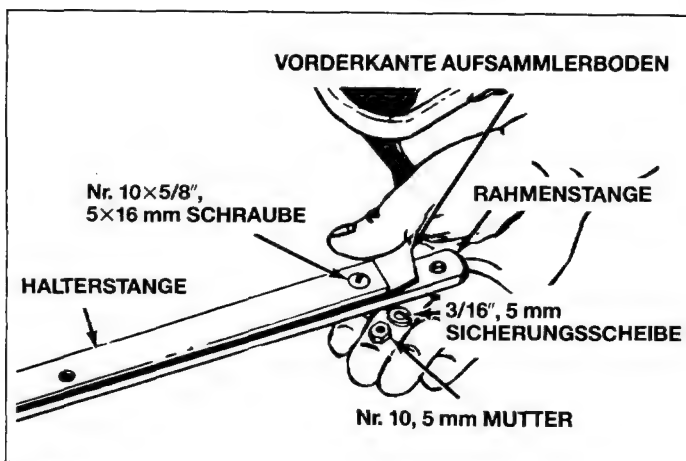

Bild 18
8. Den Rahmen (unterer Teil) und den Halter (oberer Teil) an dem vorderen Teil des Behälter-Unterteils anbringen. Den Halter zu oberst und den Rahmen zu unterst anbringen. Mit sechs Schlitzschrauben 5×16 mm (Nr. 10 x $5/8$ "), Sicherungsscheiben 5 mm ($3/16$ ") und Muttern 5 mm (Nr. 10) befestigen. Siehe Bild 18.